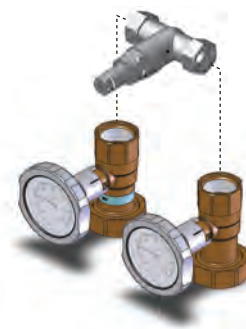

Рис. 8
- 2) Установите насос, затем уплотнения с 2х сторон насоса (Для насосов DN 32- следите за правильной установкой уплотнительного комплекта: уплотнение - промежуточная пластина – уплотнение, рис.8). Соблюдайте направление движения теплоносителя при установке насоса(см. стрелку на корпусе насоса)